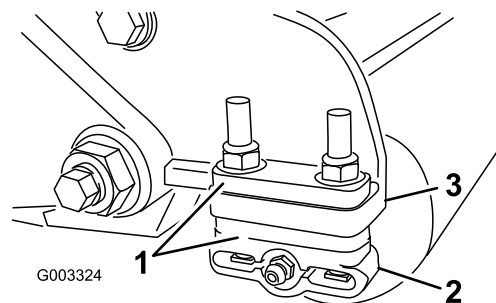

Figura 11
1. Ajuste los soportes del rodillo trasero (Figura 11) al intervalo de alturas de corte deseado colocando la cantidad necesaria de espaciadores debajo de la brida de montaje de la chapa lateral (Figura 11), según lo indicado en la Tabla de alturas de corte (página 10).